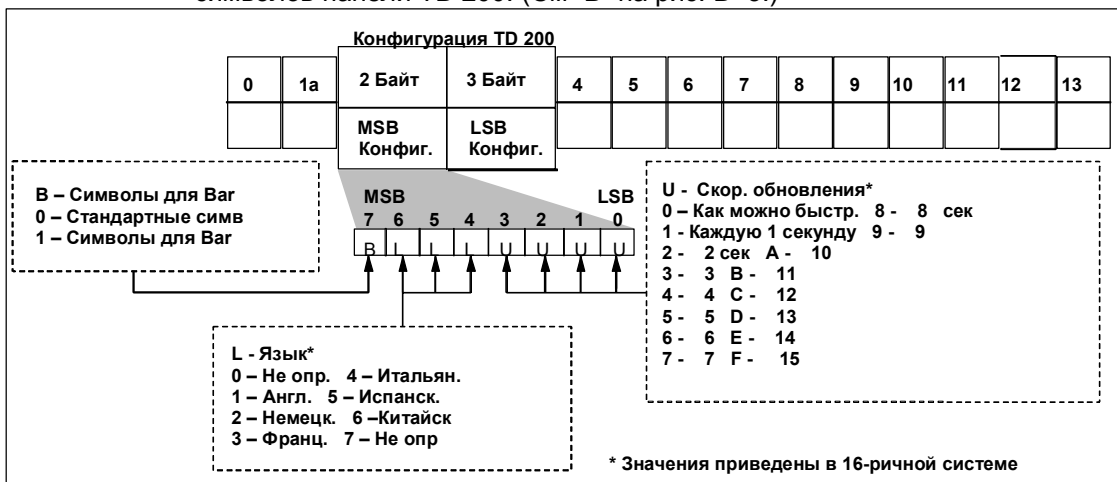

Рисунок D-3 Информация, содержащаяся в байтах 2 и 3 панели TD 200
Байт 2 блока параметров панели TD 200 позволяет настроить язык вывода сообщений и время обновления. На рис. D-3 показана информация, содержащаяся в байте 2 блока параметров.
- **(L) Language** (Язык) Выбранный язык меню панели TD 200.
- **(U) Update Rate** (Скорость обновления) Скорость обновления показывает, как часто панель TD 200 опрашивает ЦПУ S7-200 на предмет выводимых сообщений. Реальное время обновления может быть выше установленного и зависит от длины сообщения и необходимой процессорной обработки.
- **(B) Bar Graph Characters** (Символы для столбиковых диаграмм) Выбор символов для построения столбиковых диаграмм включает использование символов, используемых для построения динамического отображения процесса. См. приложение A. Такой выбор является корректным только, если используется стандартный набор символов панели TD 200. (См "B" на рис. D-3.)